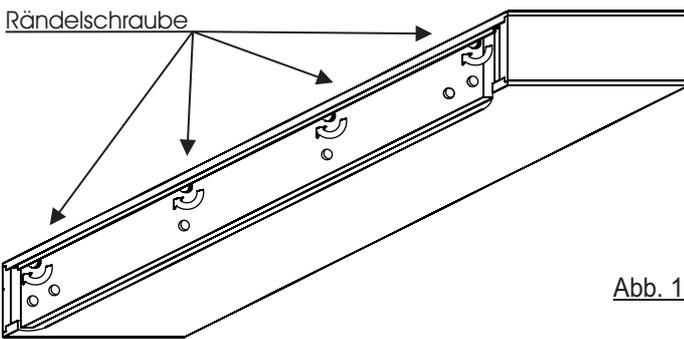

Abb. 1
- Die Montagerückwand ist im hinteren Bereich der Brücke befestigt. Lösen Sie die Rückwand durch hinein drehen der Rändelschrauben und ziehen Sie diese durch leichtes kippen nach unten heraus. (Abb. 1 & 2)